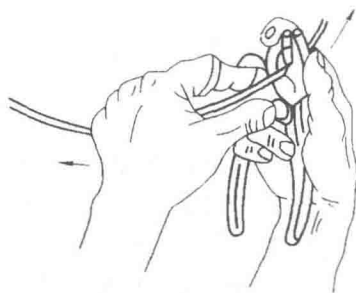

图 1-9 钢丝钳剖削塑料硬线绝缘层
(1) 对于截面积不大于 4mm^2 的塑料硬线绝缘层的剖削,人们一般用钢丝钳进行,剖削的方法和步骤如下:
① 根据所需线头长度用钢丝钳刀口切割绝缘层,注意用力适度,不可损伤芯线。
② 接着用左手抓牢电线,右手握住钢丝钳头钳头用力向外拉动,即可刮下塑料绝缘层,如图 1-9 所示。
③ 剖削完成后,应检查线芯是否完整无损,如损伤较大,应重新剖削。塑料软线绝缘层的剖削,只能用剥线钳或钢丝钳进行,不可用电工刀剖,其操作方法与此相同。
(2) 对于芯线截面大于 4mm^2 的塑料硬线,可用电工刀来剖削绝缘层。